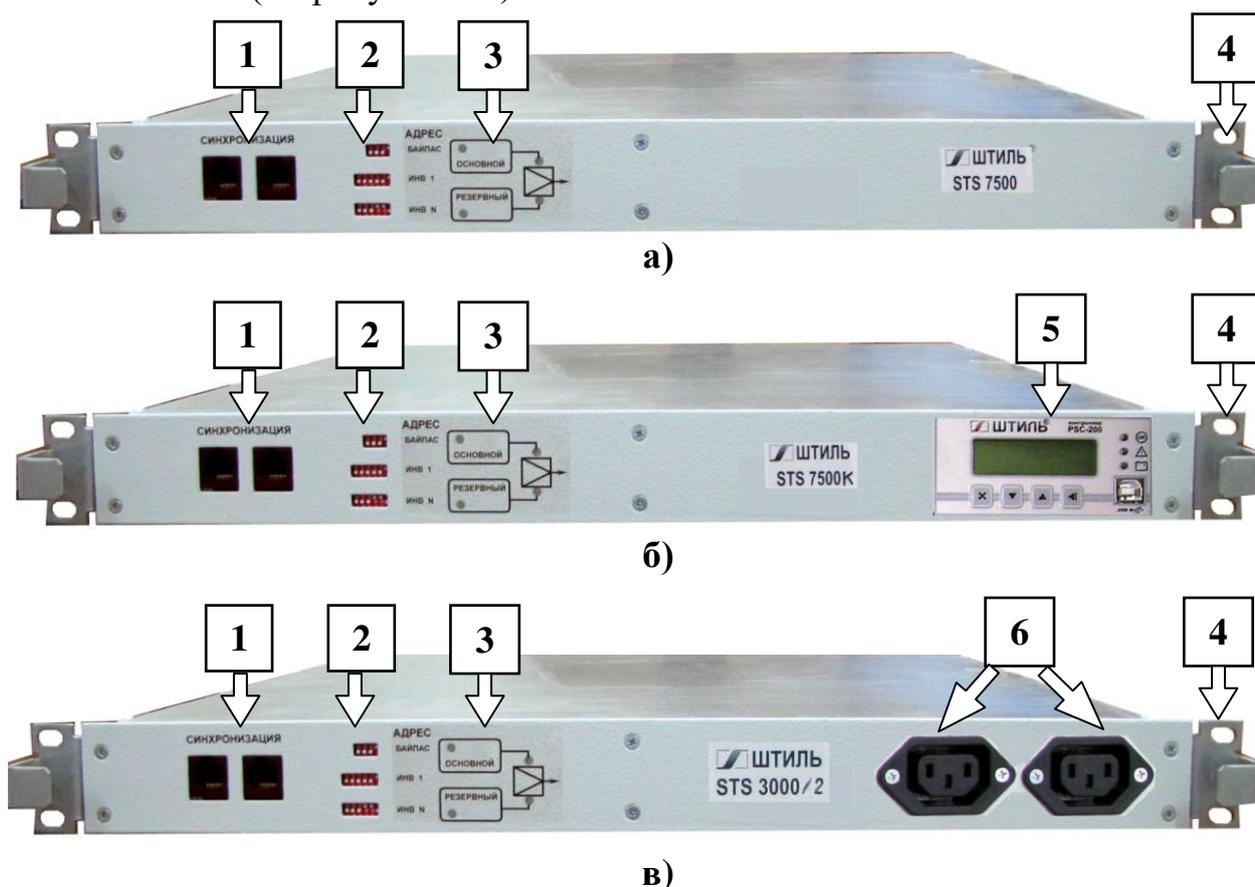
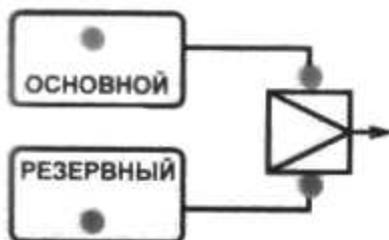

Рисунок 1.1 - Электронный байпас STS. Вид спереди
Рисунок 1.3 - Индикация. Фрагмент передней панели изделия
Изделие выполнено в виде конструктивно законченного модуля в корпусе 1U шириной 482,6 мм (см.рисунок 1.1), и предназначено для установки стандартную 19" стойку (шкаф).
| Индикация (см.рисунок 1.3):- Режим «Основной» (светодиод)- Режим «Резервный» (светодиод)- направление Основной/Резервный (светодиоды)  | белыйбелыйбелые (2шт.)  |
1.3.1 Описание конструктивных элементов передней панели электронного байпаса STS (см.рисунок 1.1):
Индикаторы 3 (см.рисунок 1.1 и 1.3) «Основной» и «Резервный» указывают на состояние напряжения питания переменного тока на соответствующих входах электронного Байпаса. Типовые состояния электронного Байпаса приведены в таблице 1.6.
**Внимание!** Электрическая цепь N – нейтраль 8...10 разъёмов (см.рисунок 1.3) и разъёмов 6 (см.рисунок 1.1в) единая.
**11** – провод L «линия» выведен наружу из корпуса для удобства при проведении работ по подключению выхода инверторов (разъёмы 6 см.рисунок 1.1в) на вход «Основной» (в режиме ON LINE) или «Резервный» (режим OFF LINE).